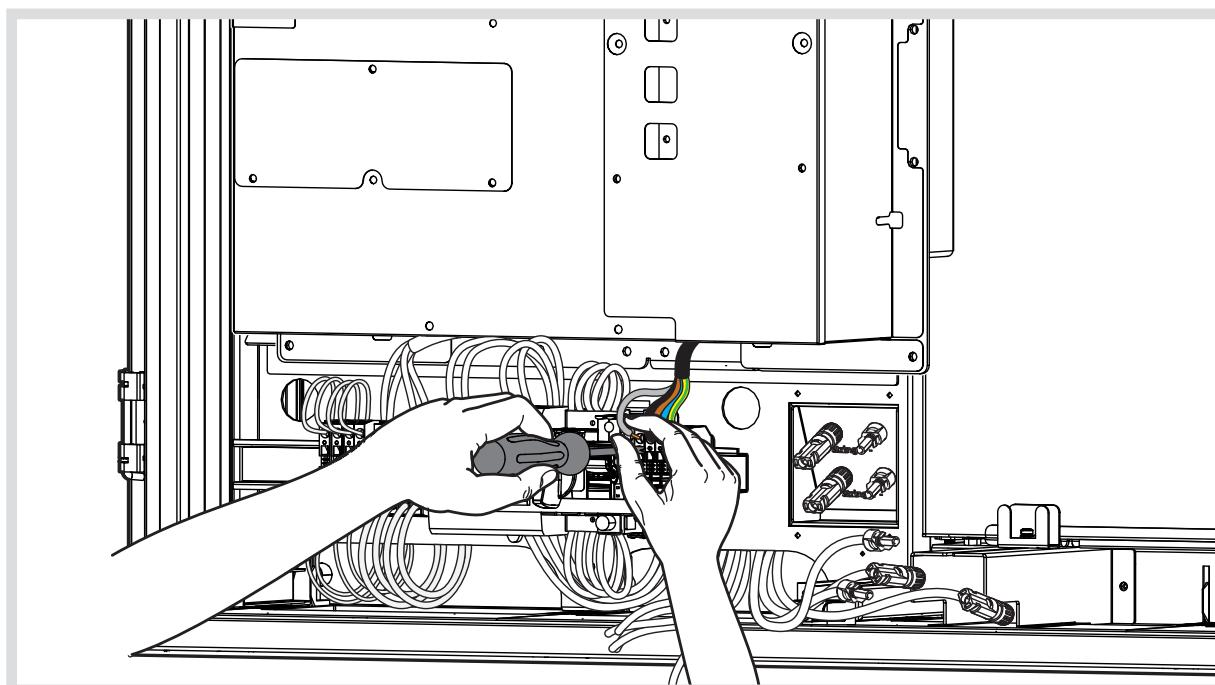

Bild 22: Netzanschluss Wechselrichter
- Vorkonfektionierte Netzeitung des Wechselrichters mit einem Schlitzschraubendreher an die Reihensteckklemmen der Netzanschlussleitung im Hauptanschlussbereich anschließen (Bild 22).